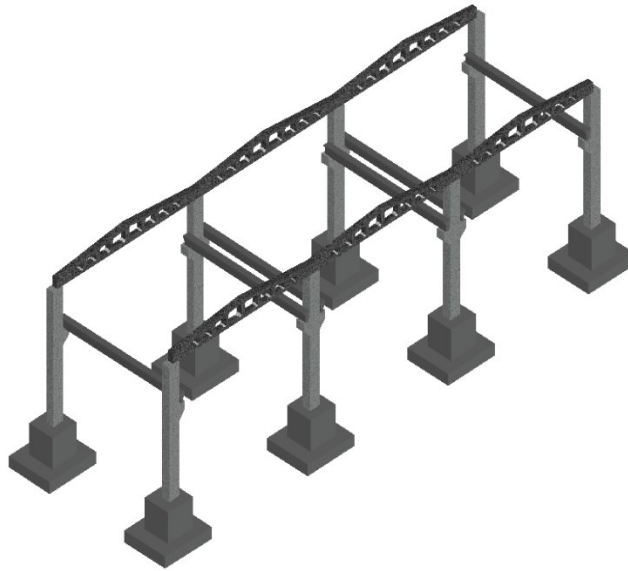

Рис. 6.8. Фрагмент каркаса с подкрановыми балками
– фрагмент каркаса из двух плоских рам (добавляются крановые балки) – рис. 6.8;